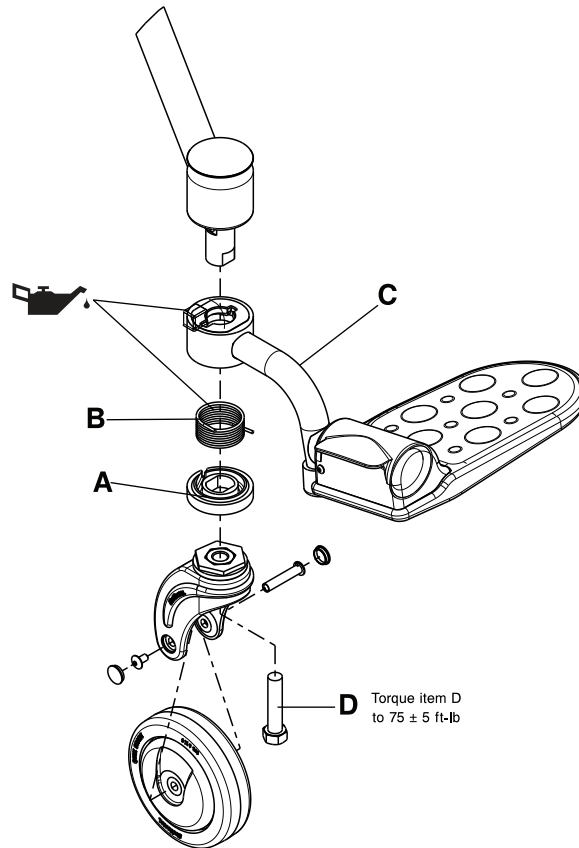

图14-27: 摆动式脚踏板更换
8. 对适用区域，应用Syntec润滑油(3000-200-719) (图14-27 第14-43页)。